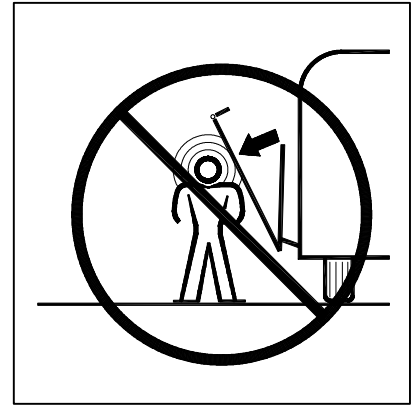

ABBILDUNG 3: WARNSYMBOL – ABSTAND BEWAHREN!
- Siehe Abbildung 3. Stehen Sie nie vor der Hebebühne, wenn die Plattform gesenkt wird.